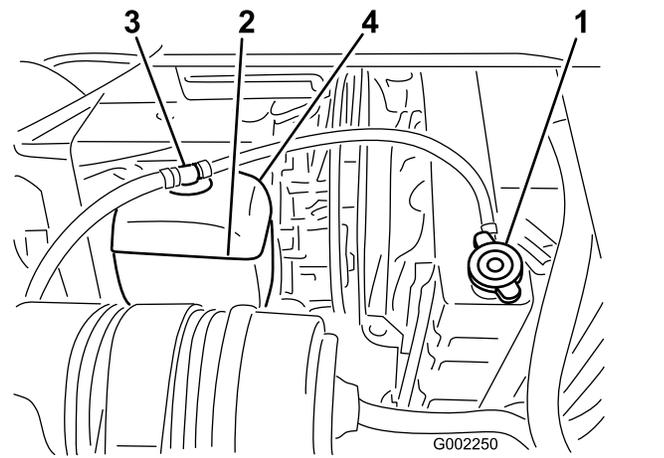

Figura 54
3. Togliete attentamente il tappo del radiatore e il tappo del vaso di espansione (Figura 54).